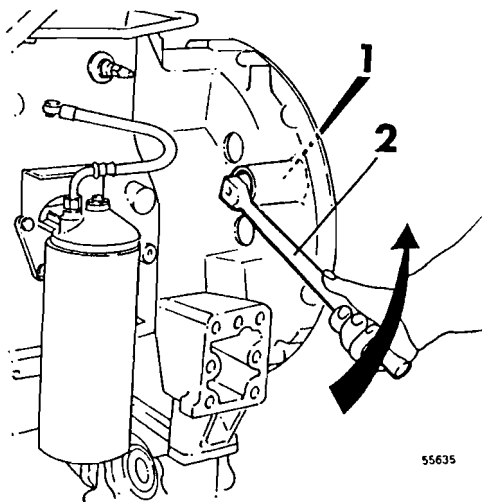

Fig. 165
- 9 Hacer girar el cigüeñal hasta que el pistón del 1:er cilindro se halle en el punto muerto superior del tiempo de compresión, véase fig. 165.